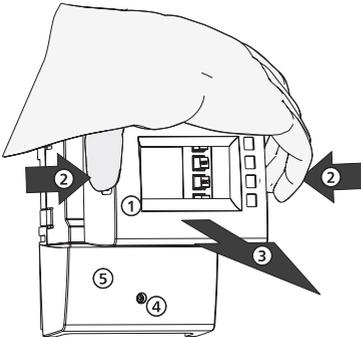

Abb. 1: Frontblende entfernen
- ▶ Frontblende ① an seitlichen Griffriellen fassen ② und nach vorne abziehen ③ (Abb. 1).
1. Schraube ④ lösen (Abb. 1).
2. Klemmenabdeckung ⑤ abnehmen.